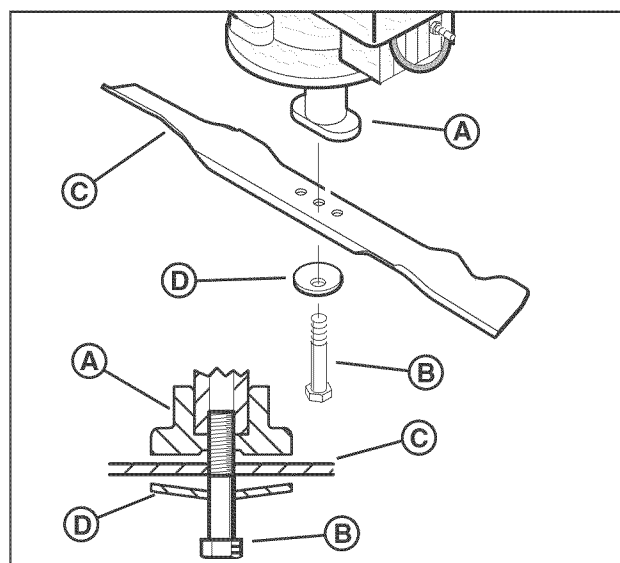

Figure 18: Enlever la lame
Vérifier fréquemment la lame afin de déterminer si elle est trop usée, si elle comporte des craquelures ou si elle est endommagée. Contrôler fréquemment l'écrou qui maintient en place la lame. L'écrou doit être serré. Si la lame touche un objet, arrêter le moteur. Débrancher le câble de la bougie. Vérifier si le raccord de la lame (A, Figure 18) est endommagé. Contrôler si la lame est tordue ou endommagée, si elle est très usée ou endommagée. Avant de mettre en fonctionnement l'unité, les pièces endommagées doivent être remplacées avec des pièces originales. Pour une question de sécurité, remplacer la lame tous les deux ans. Maintenez la lame aiguisée. Si la lame n'est pas bien effilée, les extrémités du gazon peuvent devenir marrons. Enlever la lame de la manière suivante.
4. Enlever le boulon (B, Figure 18) qui maintient la lame avec une clé de 9/16" (14 mm).
5. Vérifier la lame (C) conformément aux instructions de la section « Entretien lame ». Remplacer toute lame usée ou endommagée avec une lame originale.
7. Serrer la lame avec le boulon et la (D) rondelle originale. Vérifier que le bord extérieur de la rondelle Belleville est dans le sens de la lame.